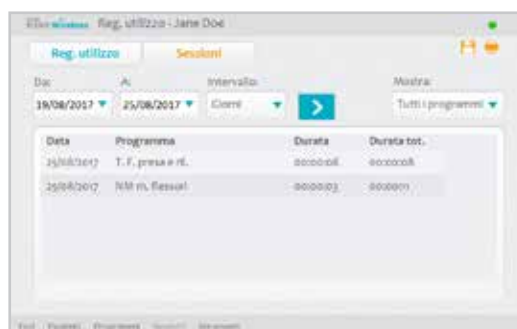

Figura 8-36 - Registro di utilizzo
2. premere la scheda Reg. utilizzo. Si apre la finestra Reg. utilizzo (Figura 8-36);